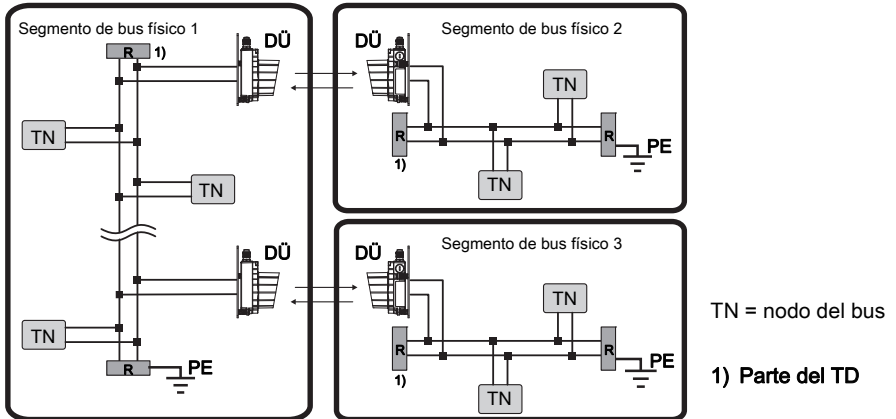

Fig. 9.8: Cableado DeviceNet / CANopen
- En cada uno de los segmentos físicos de bus deben terminarse los extremos de los cables de bus entre CAN_L y CAN_H (vea Fig. 9.8 **R**).
- El potencial de referencia CAN_GND solo puede ser conectado a un punto de un segmento físico de bus con el potencial de tierra (PE) (vea Fig. 9.8).